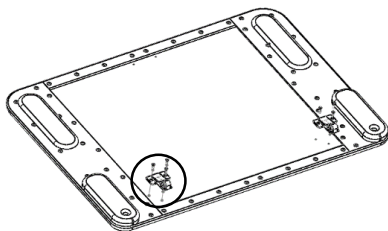

Рис. 27
5.6.7. На столешницу (сборка по п.5.6.6) прикрутить кронштейн шарнира (поз.1, пакет №30) при помощи саморезов с потайной головкой 4x16 (поз. 2, пакет № 30), см. рис. 27 и 27а.
Рис. 27а